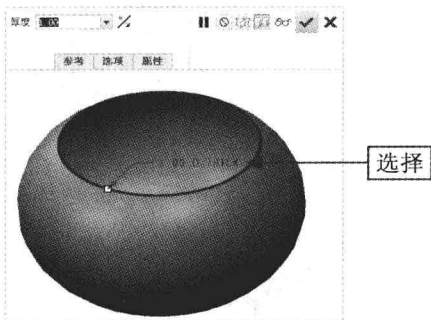

图 6-45 选择要移除的面
Step 03 弹出“壳”选项板,在“厚度值”数值框中输入1,在绘图区选择模型顶面作为要移除的面,如图6-45所示。